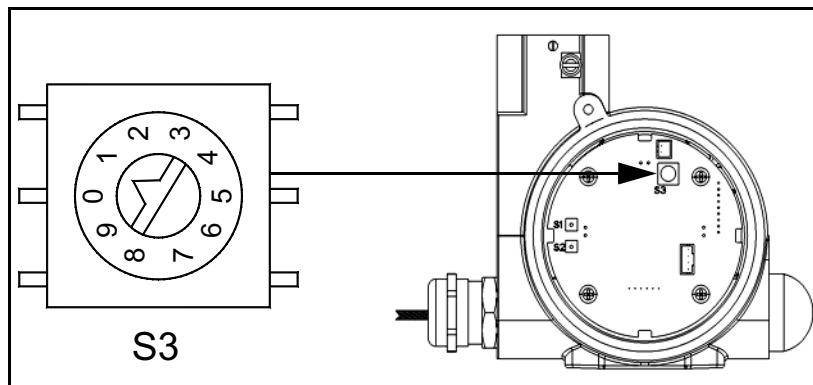

Figure 11 : Emplacement du commutateur S3
1. Retirez le cache de l'autre côté du compartiment de câblage pour accéder au *commutateur S3* (voir *Figure 11* ci-dessous).